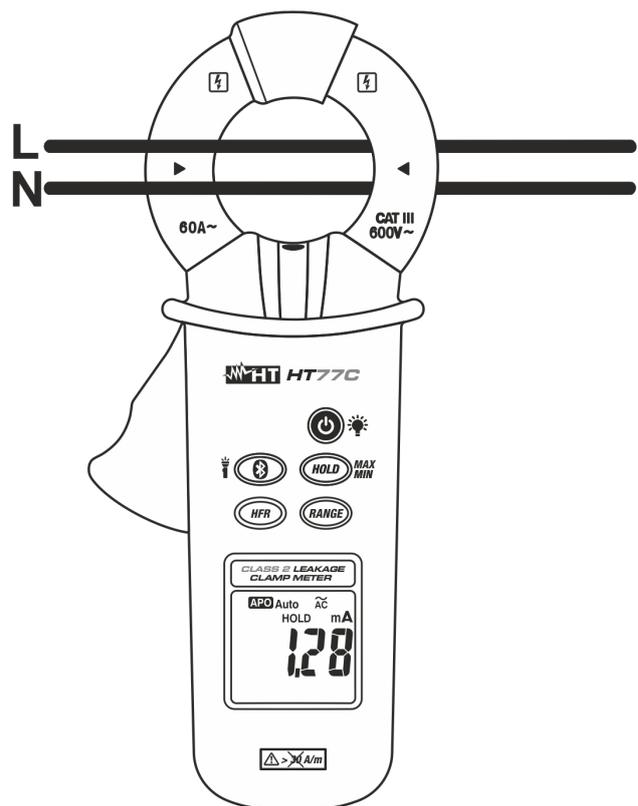

Fig. 3: Uso de la pinza para medida de corriente CA
2. Abra el maxilar e inserte el cable en el centro (vea Fig. 3 – parte izquierda) del mismo. El valor de la corriente se mostrará en el visualizador